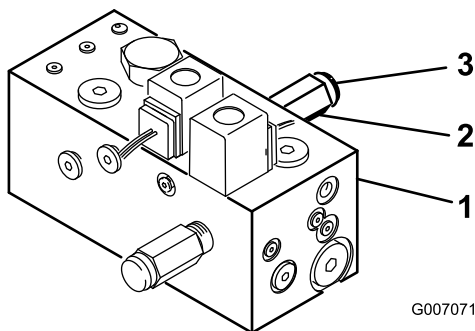

Figura 10
1. No lado posterior do colector, retire a tampa da válvula de descarga com uma chave Allen (Figura 10).